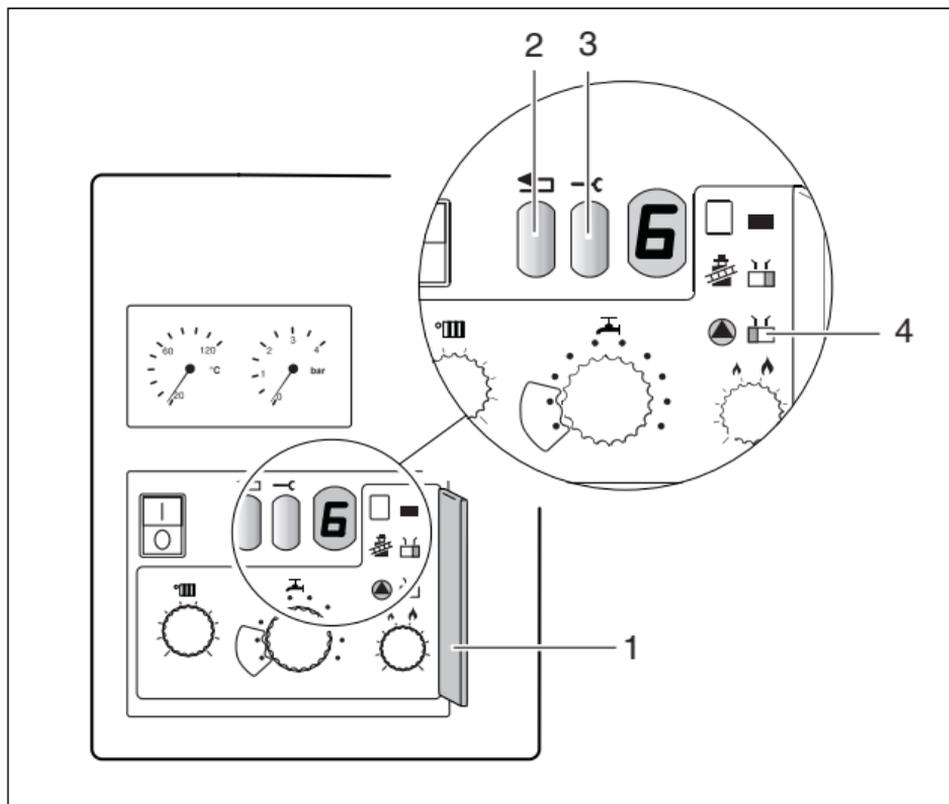

Fig. 2 Pannello di comando, avvisi di esercizio e disfunzione
- Aprire la copertura del 2. livello di servizio (fig. 2, pos. 1),
- Mettere  (interruttore pompa) sulla pos. "2" (temporizzazione della pompa 24 h (fig. 2, pos. 4).
Il secondo simbolo appare dopo avere premuto il tasto di servizio (fig. 2, pos. 3).